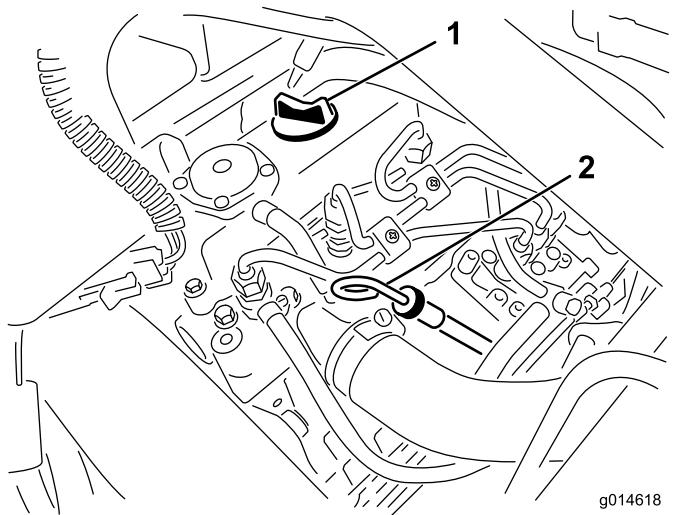

図 25
2. ディップスティックを抜きウェスで一度きれいに拭く(図 25)。ディップスティックを、首の根元までもう一度しっかりと差し込む。首から引き抜いて油量を点検する。油量が足りなければ、バルブカバーについている補給口のキャップを取り、ディップスティックの FULLマークまで **ゆっくりと** 補給する。補給するときはディップスティックで確認しながら少量ずつ入れる**入れすぎないこと。**